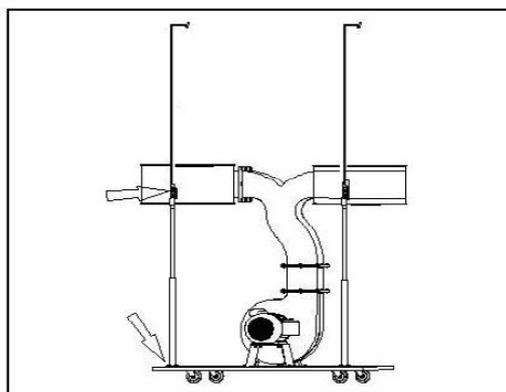

Fig 6
Montera två uppsamlarstöd (F) och två övre påsehållare (E) som visas i Fig 6.